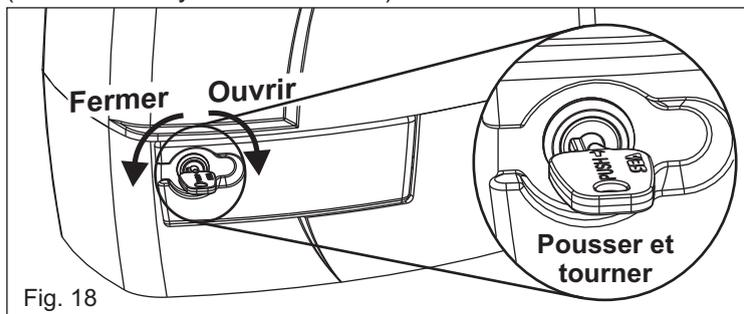

Fig. 18
- Insérer, **pousser** et tourner la clef dans le sens d'aiguilles d'une montre à 90° (fig. 18).